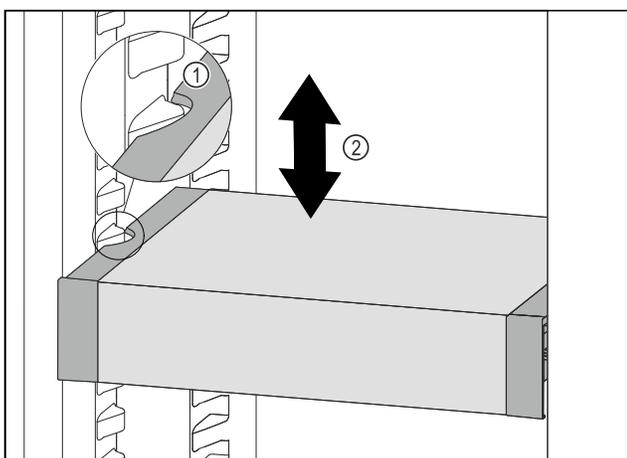

Fig. 96
- Tirer le VarioSafe vers l'avant jusqu'à ce que les encoches latérales du VarioSafe soient à la hauteur de la nervure du bac dans la partie réfrigérateur. Fig. 96 (1)
- Déplacer le VarioSafe vers le haut ou vers le bas dans la partie réfrigérateur jusqu'à ce que la hauteur souhaitée soit atteinte. Fig. 96 (2)